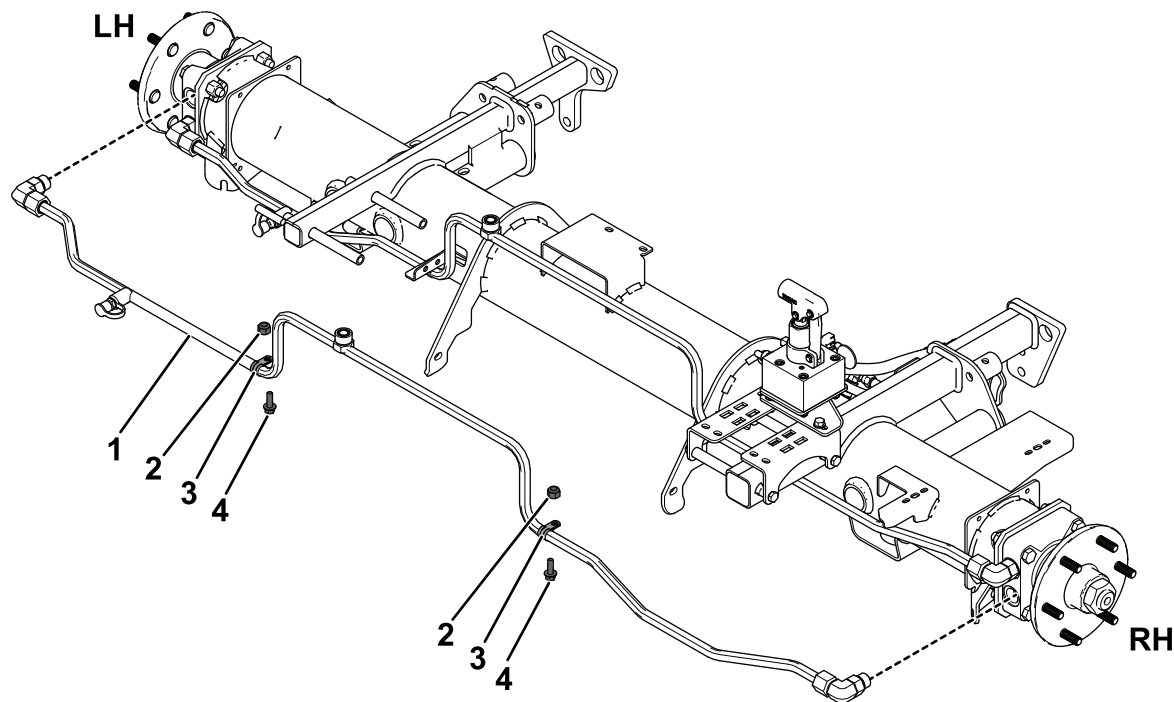

Figura 11
3. Scollegate il tubo idraulico dal raccordo superiore sul motore della ruota anteriore sinistra e il raccordo inferiore sul motore della ruota anteriore destra (Figura 11).
4. Rimuovete i serratubi a R che fissano il tubo al telaio (Figura 11) e le fascette per cavi che fissano i cavi del freno ai tubi idraulici.